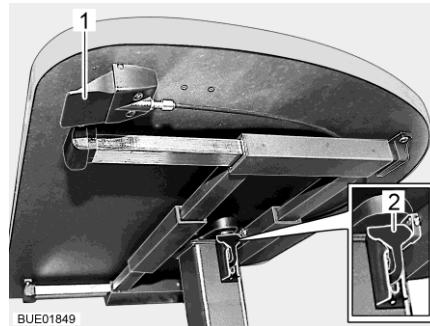

Bild 39 Lyftbord med frigöringsknapp
- Dra eller tryck låsarmen (Bild 39,2) nedåt.
- Tryck låsarmen (Bild 39,2) uppåt.
- Tryck på frigöringsknappen (Bild 39,1) och håll den intryckt. Bordsskivan åker själv upp till det övre ändläget.
- Släpp frigöringsknappen (Bild 39,1). Bordsskivan stannar i den valda positionen.
- Tryck på frigöringsknappen (Bild 39,1) och håll den intryckt.
- Släpp frigöringsknappen (Bild 39,1). Bordsskivan stannar i den understa positionen.